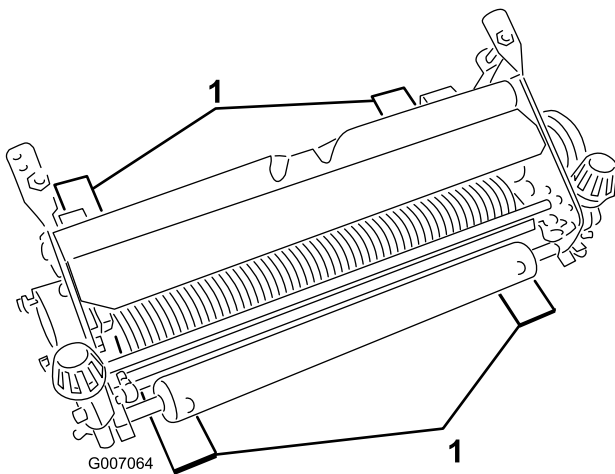

Figura 3
2. Coloque (4) barras de ajuste que tengan la profundidad deseada de penetración de los filos bajo el suelo, bajo el rodillo frontal y las ruedas posteriores de la unidad escarificadora (Figura 3).